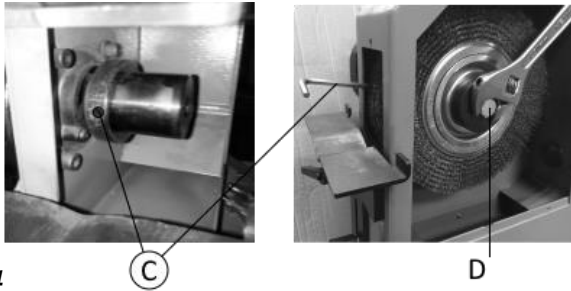

Рис.4
2. Вставьте шестигранный ключ в отверстие (С, Рис. 4), чтобы застопорить вращение шпинделя.
3. С помощью гаечного ключа выкрутите болт (D, Рис. 4)..